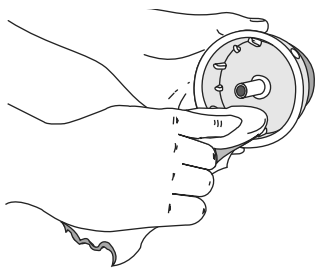

Fig. 15
4. Nettoyez le moulinet intérieur, le ressort, et l'arbre et la surface interne de la bobine extérieure à l'aide d'un tissu propre (Fig. 15).